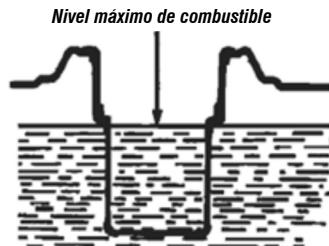

Fig. 11 – Nivel máximo de combustible
- d. Nunca exceda la capacidad del tanque (fig. 11);